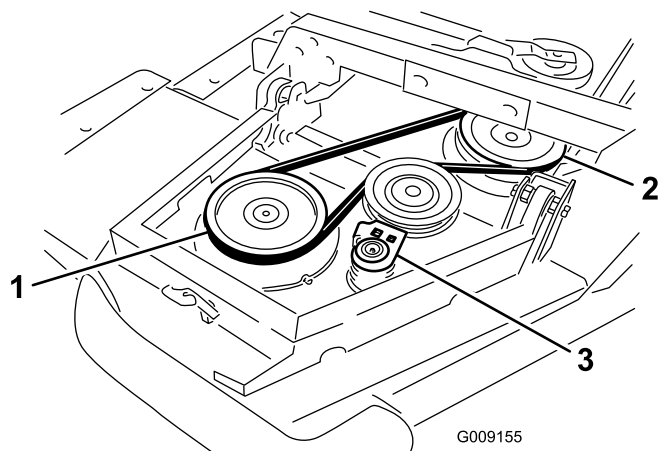

Рисунок 5
- A. Наденьте ремень на шкив шпинделя винглета и на шкив шпинделя передней деки (**Рисунок 5**).
- B. С помощью гаечного ключа с храповиком или аналогичного инструмента отодвиньте натяжной ролик от шкивов (**Рисунок 5**).